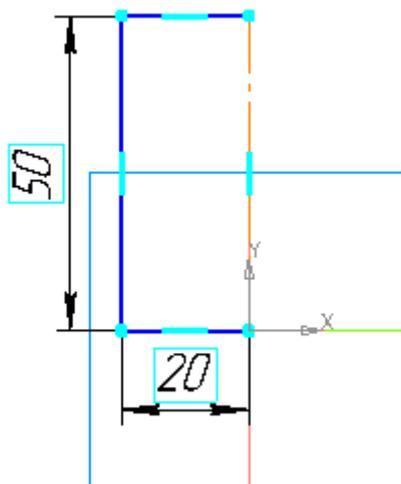

Рис. 1
- с помощью непрерывного ввода отрезка и ортогонального черчения постройте эскиз прямоугольника длина 20 мм, высота 50 мм (рис. 1);